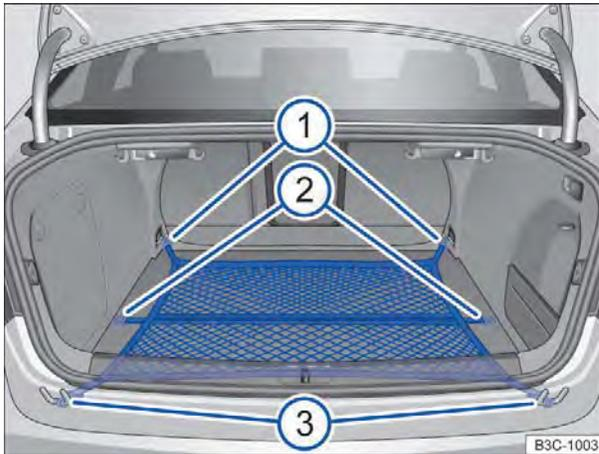
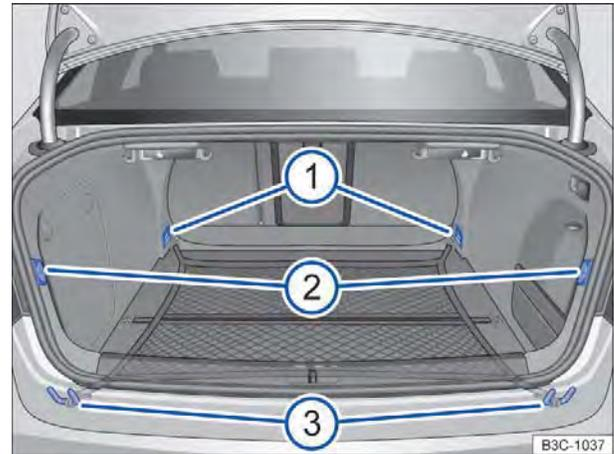

Fig. 105 No compartimento de bagagem: rede para bagagem presa de forma plana.
Fig. 106 No compartimento de bagagem: olhais ① e ③, bem como suporte ② para prender a rede para bagagem.
- Prender os ganchos \Rightarrow Fig. 105 ① da rede para bagagem nos olhais de amarração no encosto do banco traseiro \Rightarrow Fig. 106 ① \Rightarrow . O zíper da rede para bagagem deve estar voltado para cima.
- Prender os ganchos \Rightarrow Fig. 105 ③ nos olhais de amarração \Rightarrow Fig. 106 ③ no canto do compartimento de bagagem.
- Prender os ganchos curtos \Rightarrow Fig. 105 ② da rede para bagagem nos suportes \Rightarrow Fig. 106 ② \Rightarrow . O zíper da rede para bagagem deve estar voltado para cima.
- Prender os ganchos \Rightarrow Fig. 105 ① e ③ nos olhais de amarração \Rightarrow Fig. 106 ③.